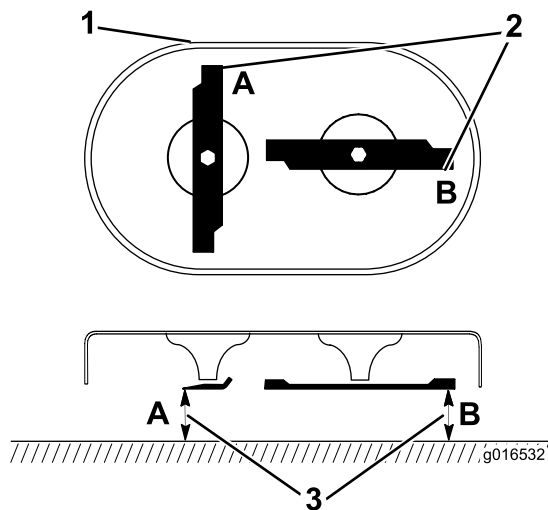

Рисунок 37
1. Поверните ножи, пока они не окажутся в положении, показанном на рис. Рисунок 37.
2. Измерьте от ровной поверхности до режущих кромок в местах А и В (Рисунок 37) и запишите оба результата измерения.